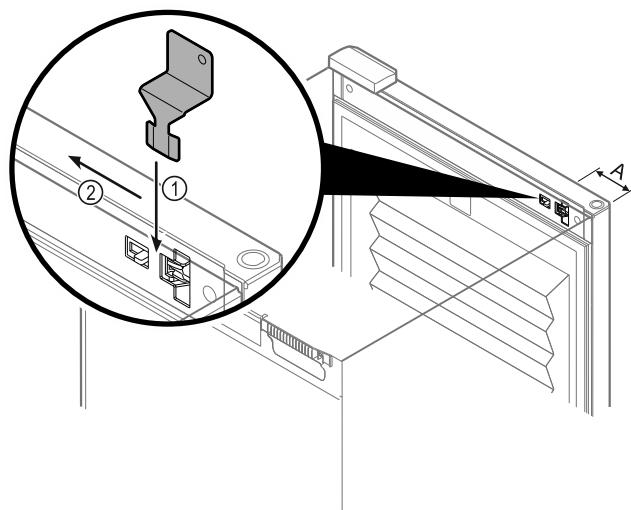

Fig. 101
- ▶ Notentriegelungsschlüssel an vorgegebener Stelle positionieren *Fig. 101 (A)* ≈ 100 mm.
- ▶ Notentriegelungsschlüssel *Fig. 101 (1)* zwischen Tür und Gerätekörper von oben bis zum Anschlag einstecken.
- ▶ Notentriegelungsschlüssel in Richtung Scharnier ziehen. *Fig. 101 (2)*